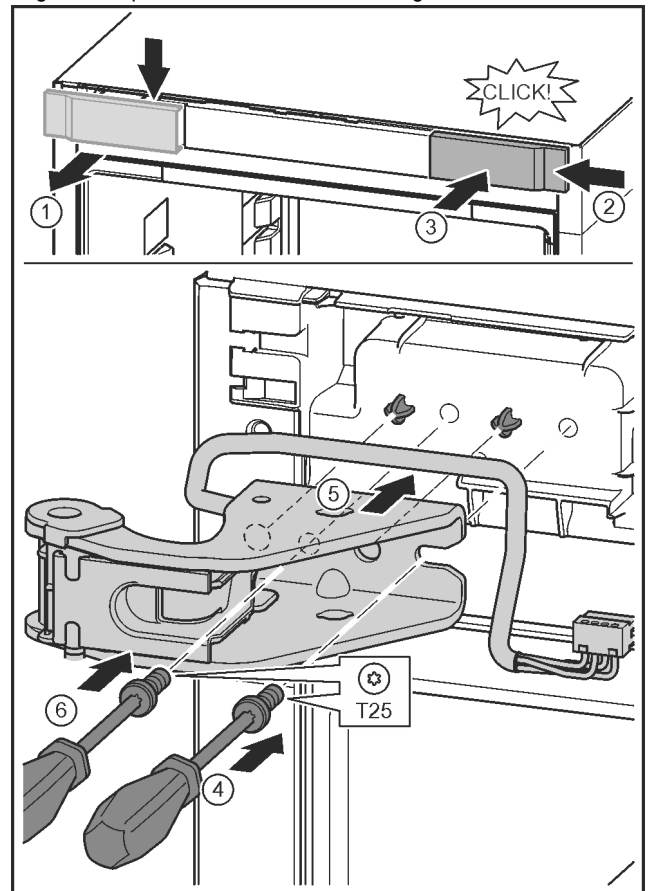

Fig. 28
- ▶ Afdekking losmaken en zijdelings verwijderen. Fig. 28 (1)
- ▶ Afdekking 180° gedraaid op de andere kant van rechts aanbrengen. Fig. 28 (2)
- ▶ Afdekking vastklikken. Fig. 28 (3)
- ▶ Schroef met schroevendraaier T25 aandraaien. Fig. 28 (4)
- ▶ Bovenste lagerbus plaatsen. Fig. 28 (5)
- ▶ Schroef vastdraaien. Fig. 28 (4)
- ▶ Schroef met schroevendraaier T25 aanbrengen en vastdraaien. Fig. 28 (6)